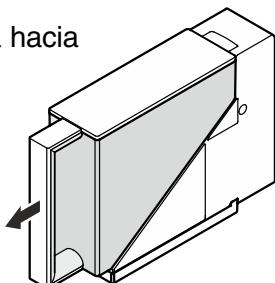

Figura 20
1. Retire el depósito de agua hacia delante (**Figura 20**).
Asegúrese de que el cajón esté completamente cerrado (*Figura 20*).